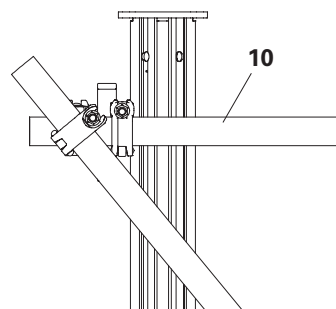

Fig. B1.02a
3. Disposizione delle giunzioni, vedere Fig. B1.02a.